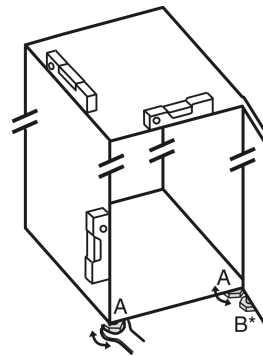

Fig. 46
- Выкрутите регулируемые опоры Fig. 46 (A) при помощи входящего в комплект поставки рожкового ключа и, используя уровень, выставьте устройство прочно и ровно по горизонтали.
- ▶ Выверните регулируемую опору Fig. 46 (B) на нижнем опорном кронштейне при помощи входящего в комплект поставки рожкового ключа до ее соприкосновения с полом.
- ▶ Поверните регулируемую опору Fig. 46 (B) еще на 90°.